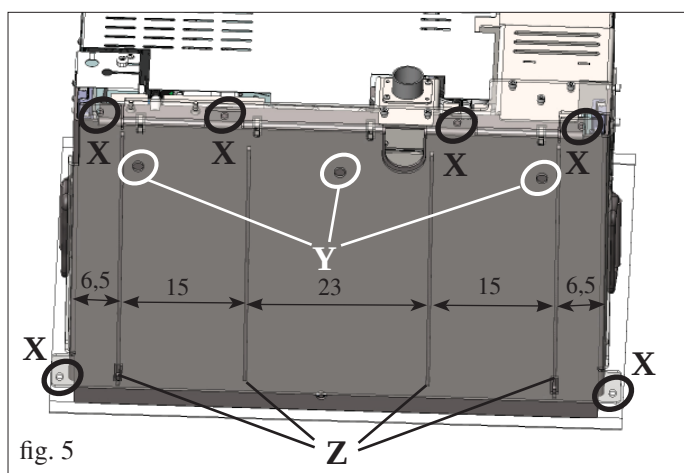

fig. 5
- Abrir a porta e levantar o pino de bloqueio de deslizamento (F - fig. 5).